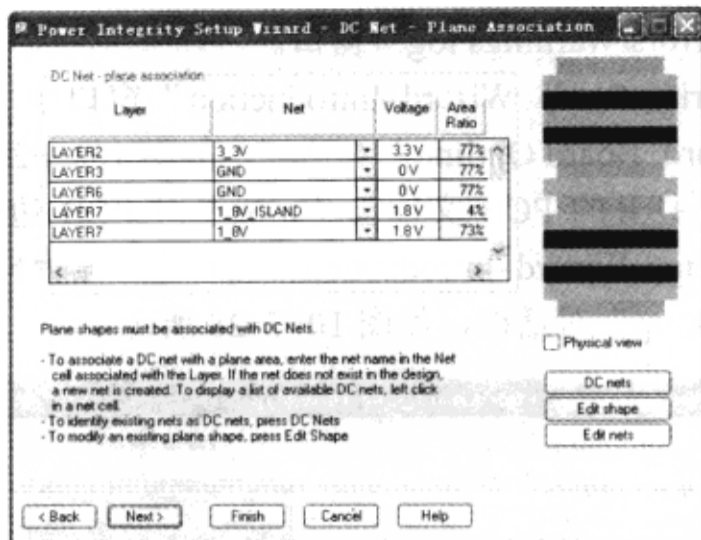

图 10-7-29 “Power Integrity Setup Wizard-DC Net-Plane Association” 对话框
3) 叠层结构 因为所打开的 PCB 文件已经完成了对 PCB 叠层结构的设置，因此不需要做出修改。在“Power Integrity Setup Wizard-Stack-up”对话框中单击“Next”按钮，弹出“Power Integrity Setup Wizard-DC Net - Plane Association”对话框，如图 10-7-29 所示。